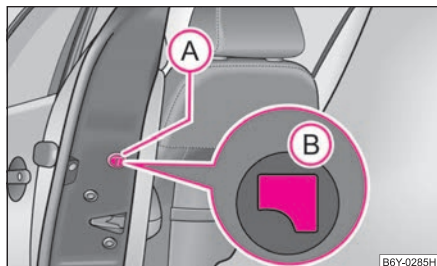

Fig. 24 Portière arrière: Verrouillage de secours de la portière
- Déposez le cache **A** ⇒ fig. 24.